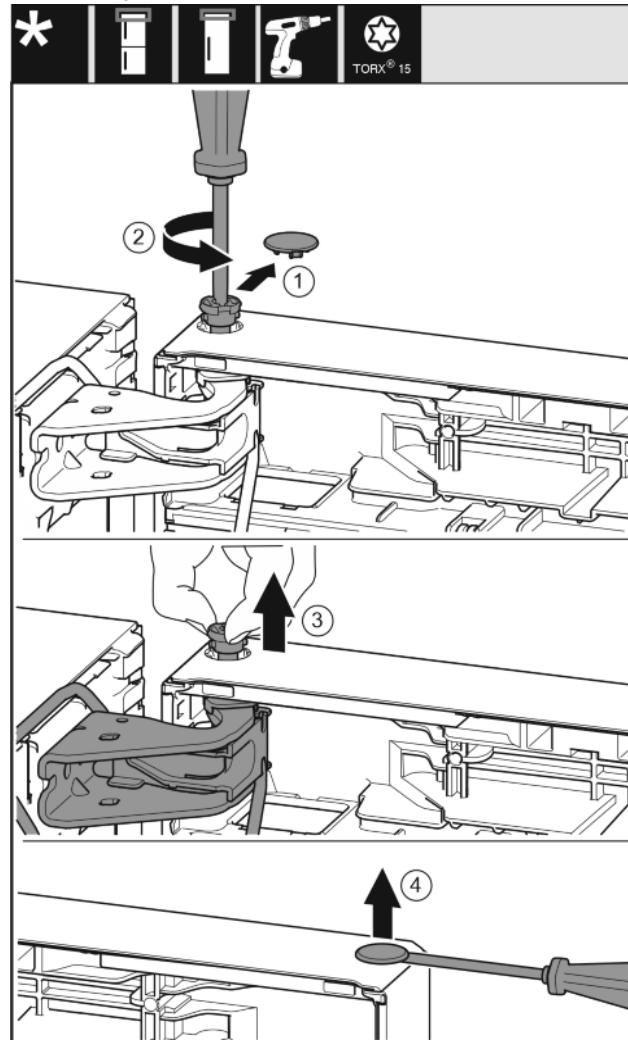

Fig. 18
- Oprezno skinite sigurnosni pokrov. Fig. 18 (1)
- Odvijačem T15 malo odvijte svornjak. Fig. 18 (2)
- Čvrsto držite vrata i prstima izvucite svornjak. Fig. 18 (3)
- Ravnim odvijačem oprezno podignite čep iz čahure ležaja vrata i izvucite ga. Fig. 18 (4)